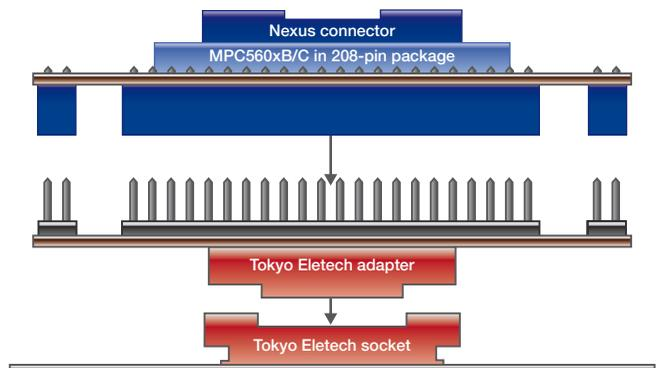

Fig. 4: L'adaptateur MPC560x permet de connecter le kit de développement disposant d'une interface Nexus, à la place du CPU d'origine.
- Un processeur MPC560x dans sa version BGA 208-broches possédant un connecteur Mictor et exploitant l'interface Nexus sur lequel viendra se connecter l'outil TRACE32 (en bleu sur la figure 4).